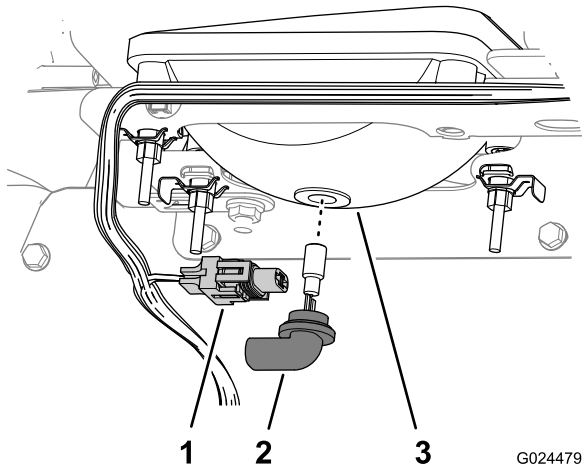

Figura 39
3. Desligue o conector eléctrico para a cablagem do conector do conjunto da lâmpada, na parte de trás do compartimento do farol (Figura 39).
4. Rode o conjunto da lâmpada 1/4 de volta para a esquerda e mova-o para trás, para fora do compartimento do farol (Figura 39).
5. Insira o novo conjunto da lâmpada e compartimento do farol e alinhe as linguetas no conjunto da lâmpada com as ranhuras no compartimento do farol (Figura 39).
6. Fixe o conjunto da lâmpada rodando-o 1/4 de volta para a direita (Figura 39).
7. Ligue o conector eléctrico para a cablagem ao conector do novo conjunto da lâmpada (Figura 39).